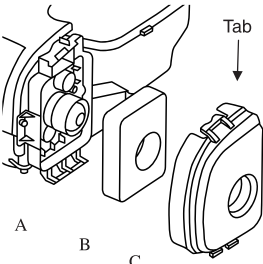
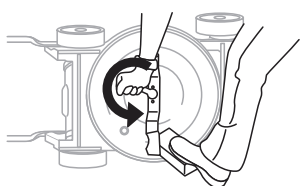

Fig. 11
Fig.14A
1. Levanta la lengüeta de la tapa y quita la tapa del filtro de aire. (C, Fig.11)
2. Quita el filtro (B).
- Quita el perno hexagonal y la arandela que sujetan la cuchilla y el adaptador de la cuchilla al cigüeñal del motor. Retire la cuchilla y el adaptador del cigüeñal (Fig. 14A)